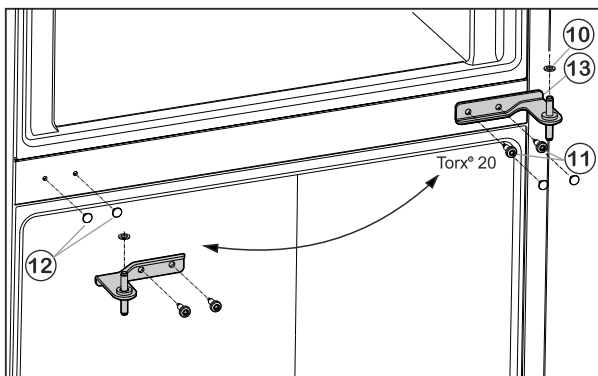

Fig. 6
- ▶ Abdeckungen Fig. 6 (12) vorsichtig abziehen und auf der Gegenseite wieder aufsetzen.